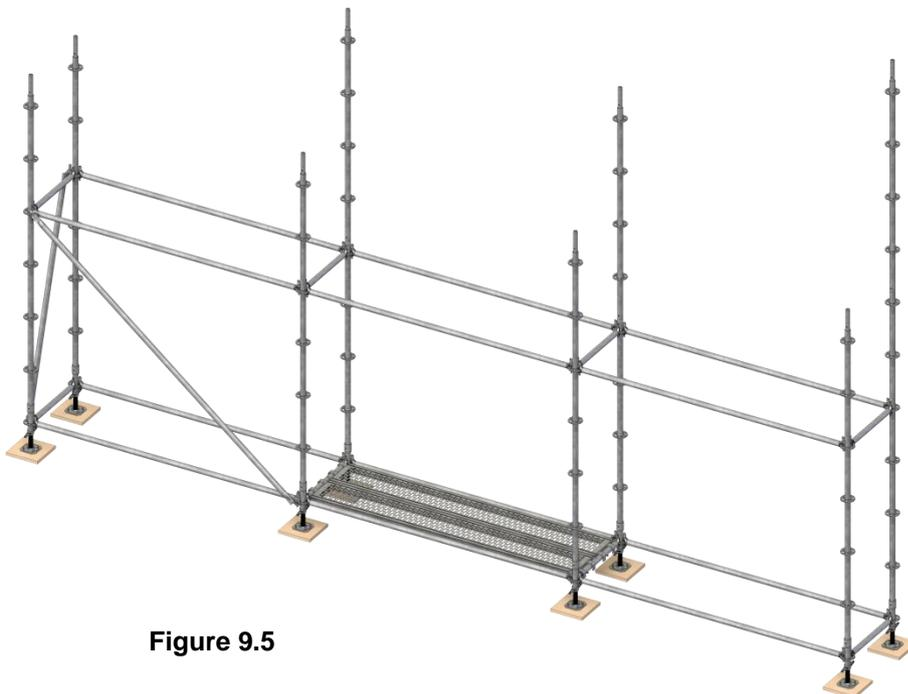

Figure 9.5
9.7 Le contreventement diagonal / frontal doit être fixé au moins tous les cinq segments et à tous les étages de l'échafaudage, ou conformément aux calculs effectués ; voir figure 9.5